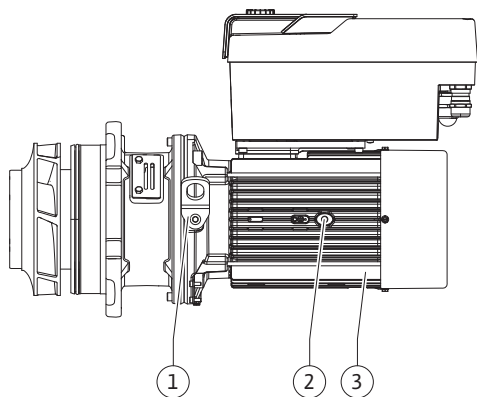

Fig. 98: Съёмный блок
13. Съемный блок (см. Fig. 98) ввести в корпус насоса в прежнем или другом требуемом угловом положении. При этом учитывать допустимые монтажные